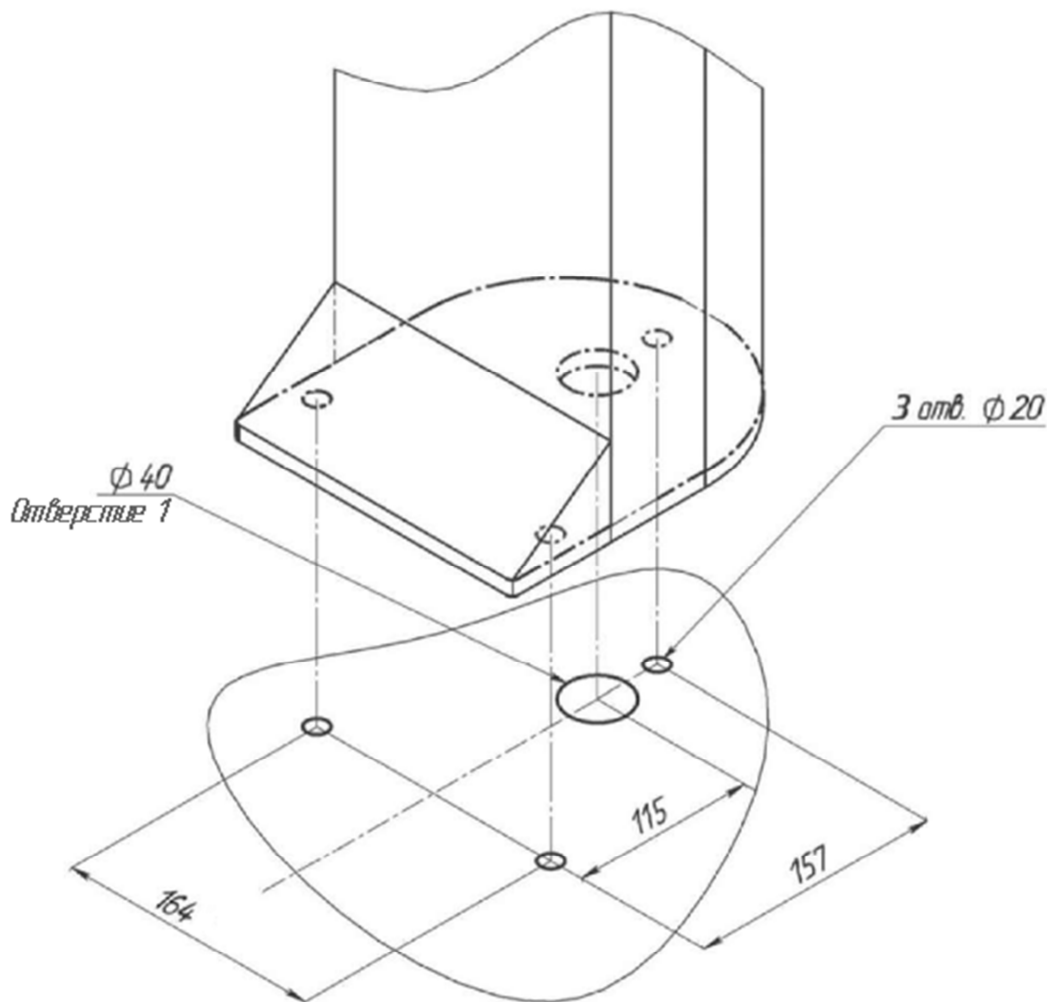
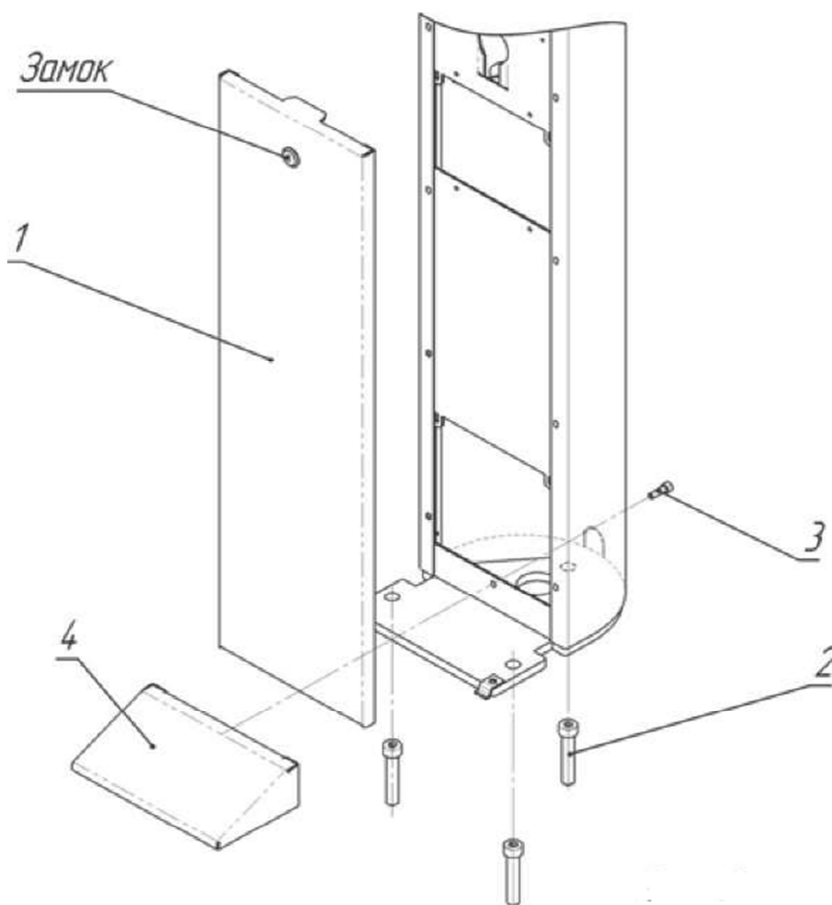
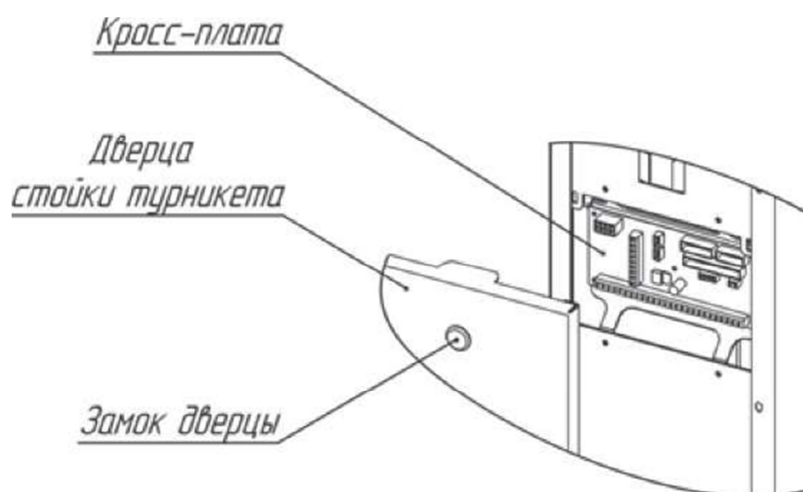
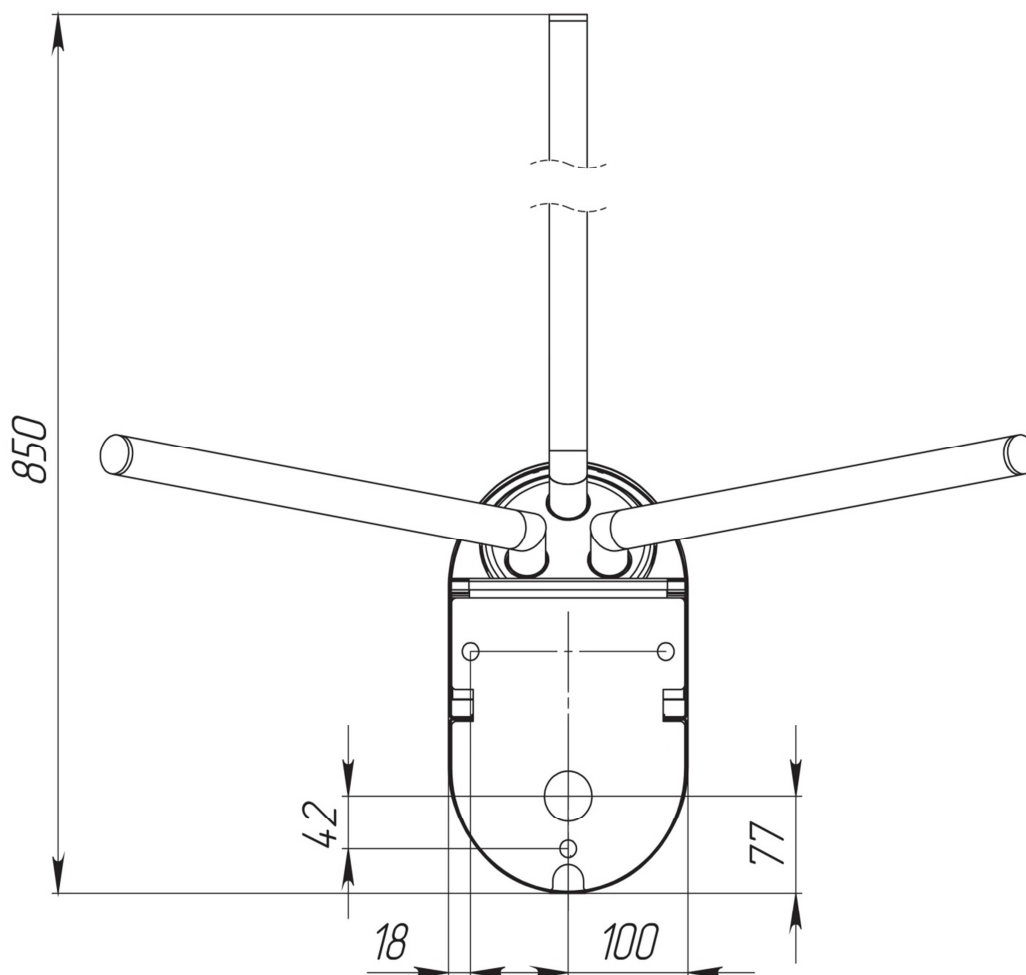

Рис. 6. . Установочные размеры
Рис. 7. . Схема установки турникета
Рис. 8. Расположение кросс-платы на стойке турникета
Рис. 13. Расположение монтажных отверстий относительно внешних габаритов турникета
4.2.3. По установочным размерам (рис. 6), подготовьте 3 отверстия диаметром 20 мм в полу под анкеры крепления стойки турникета. Расположение монтажных отверстий относительно внешних габаритов турникета представлено в Приложении 3(рис. 13). Глубина закладного отверстия должна превышать длину анкера на 5 мм. Вставьте анкеры в отверстия.
4.2.4. Подводка кабелей производится через отверстие 1 (рис. 6) в нижней плите турникета. Необходимо подготовить штробу для прокладки кабелей.
4.2.7. Установите стойку турникета на подготовленную площадку (рис. 6). Используя ключ, откройте замок и снимите дверцу (1, рис. 7). Заведите в корпус турникета кабели от ПУ, БП и, при необходимости, кабели СКУД и ОПС. Подводка кабелей производится через отверстие 1 в нижней плите турникета (рис. 6). Закрепите кабели кабельными стяжками.
4.2.8. Совместите отверстия в стойке турникета с анкерами в полу. Проверьте вертикальность установки в 2-х плоскостях, при необходимости используйте стальные прокладки требуемой толщины для правильной установки турникета. Закрепите стойку турникета тремя винтами М12 (2,рис. 7), закрутив их в соответствующие анкера, используя ключ для винта с внутренним шестигранником S10. Установите крышку основания (4,рис. 7) и зафиксируйте ее винтом М6, приложенном в комплекте поставки (3,рис. 7). Установите дверцу (1,рис. 7) в исходное положение и закройте ее на замок.
Подключение БП, ПУ и СКУД осуществляется с помощью кросс-платы. Для этого необходимо открыть дверцу стойки турникета (1,рис. 7), используя ключ. На рис. 8 показано расположение кросс-платы на стойке турникета.